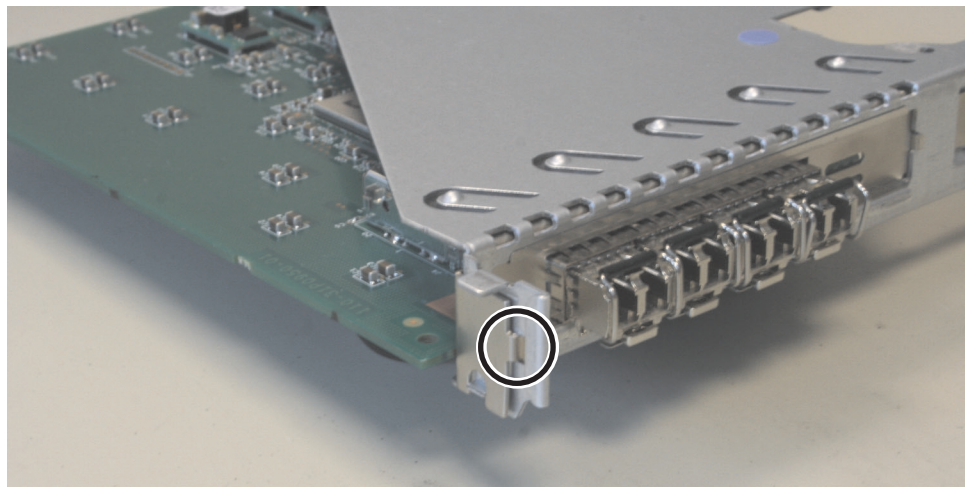

図 136. SAN ボリューム・コントローラー 2145-8A4 ライザー・カード・アセンブリー
5. ライザー・カード・アセンブリーの前面エッジと後部エッジをつかみ、持ち上げてノードから取り外します。図 136 に示したライザー・カード・アセンブリーを平坦で静電気保護された表面におきます。